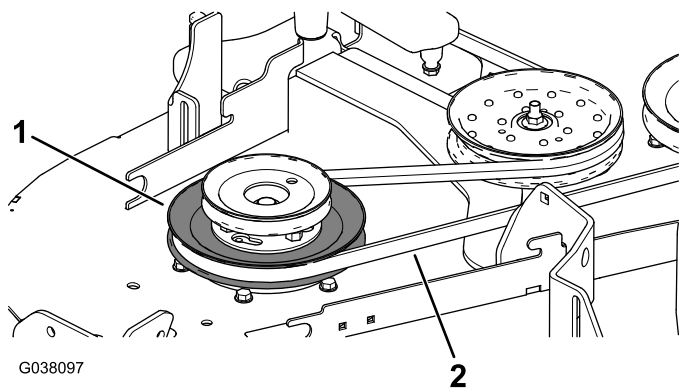

Figura 13
- Instale la correa del cortacésped alrededor de la polea inferior de la polea doble (Figura 13).